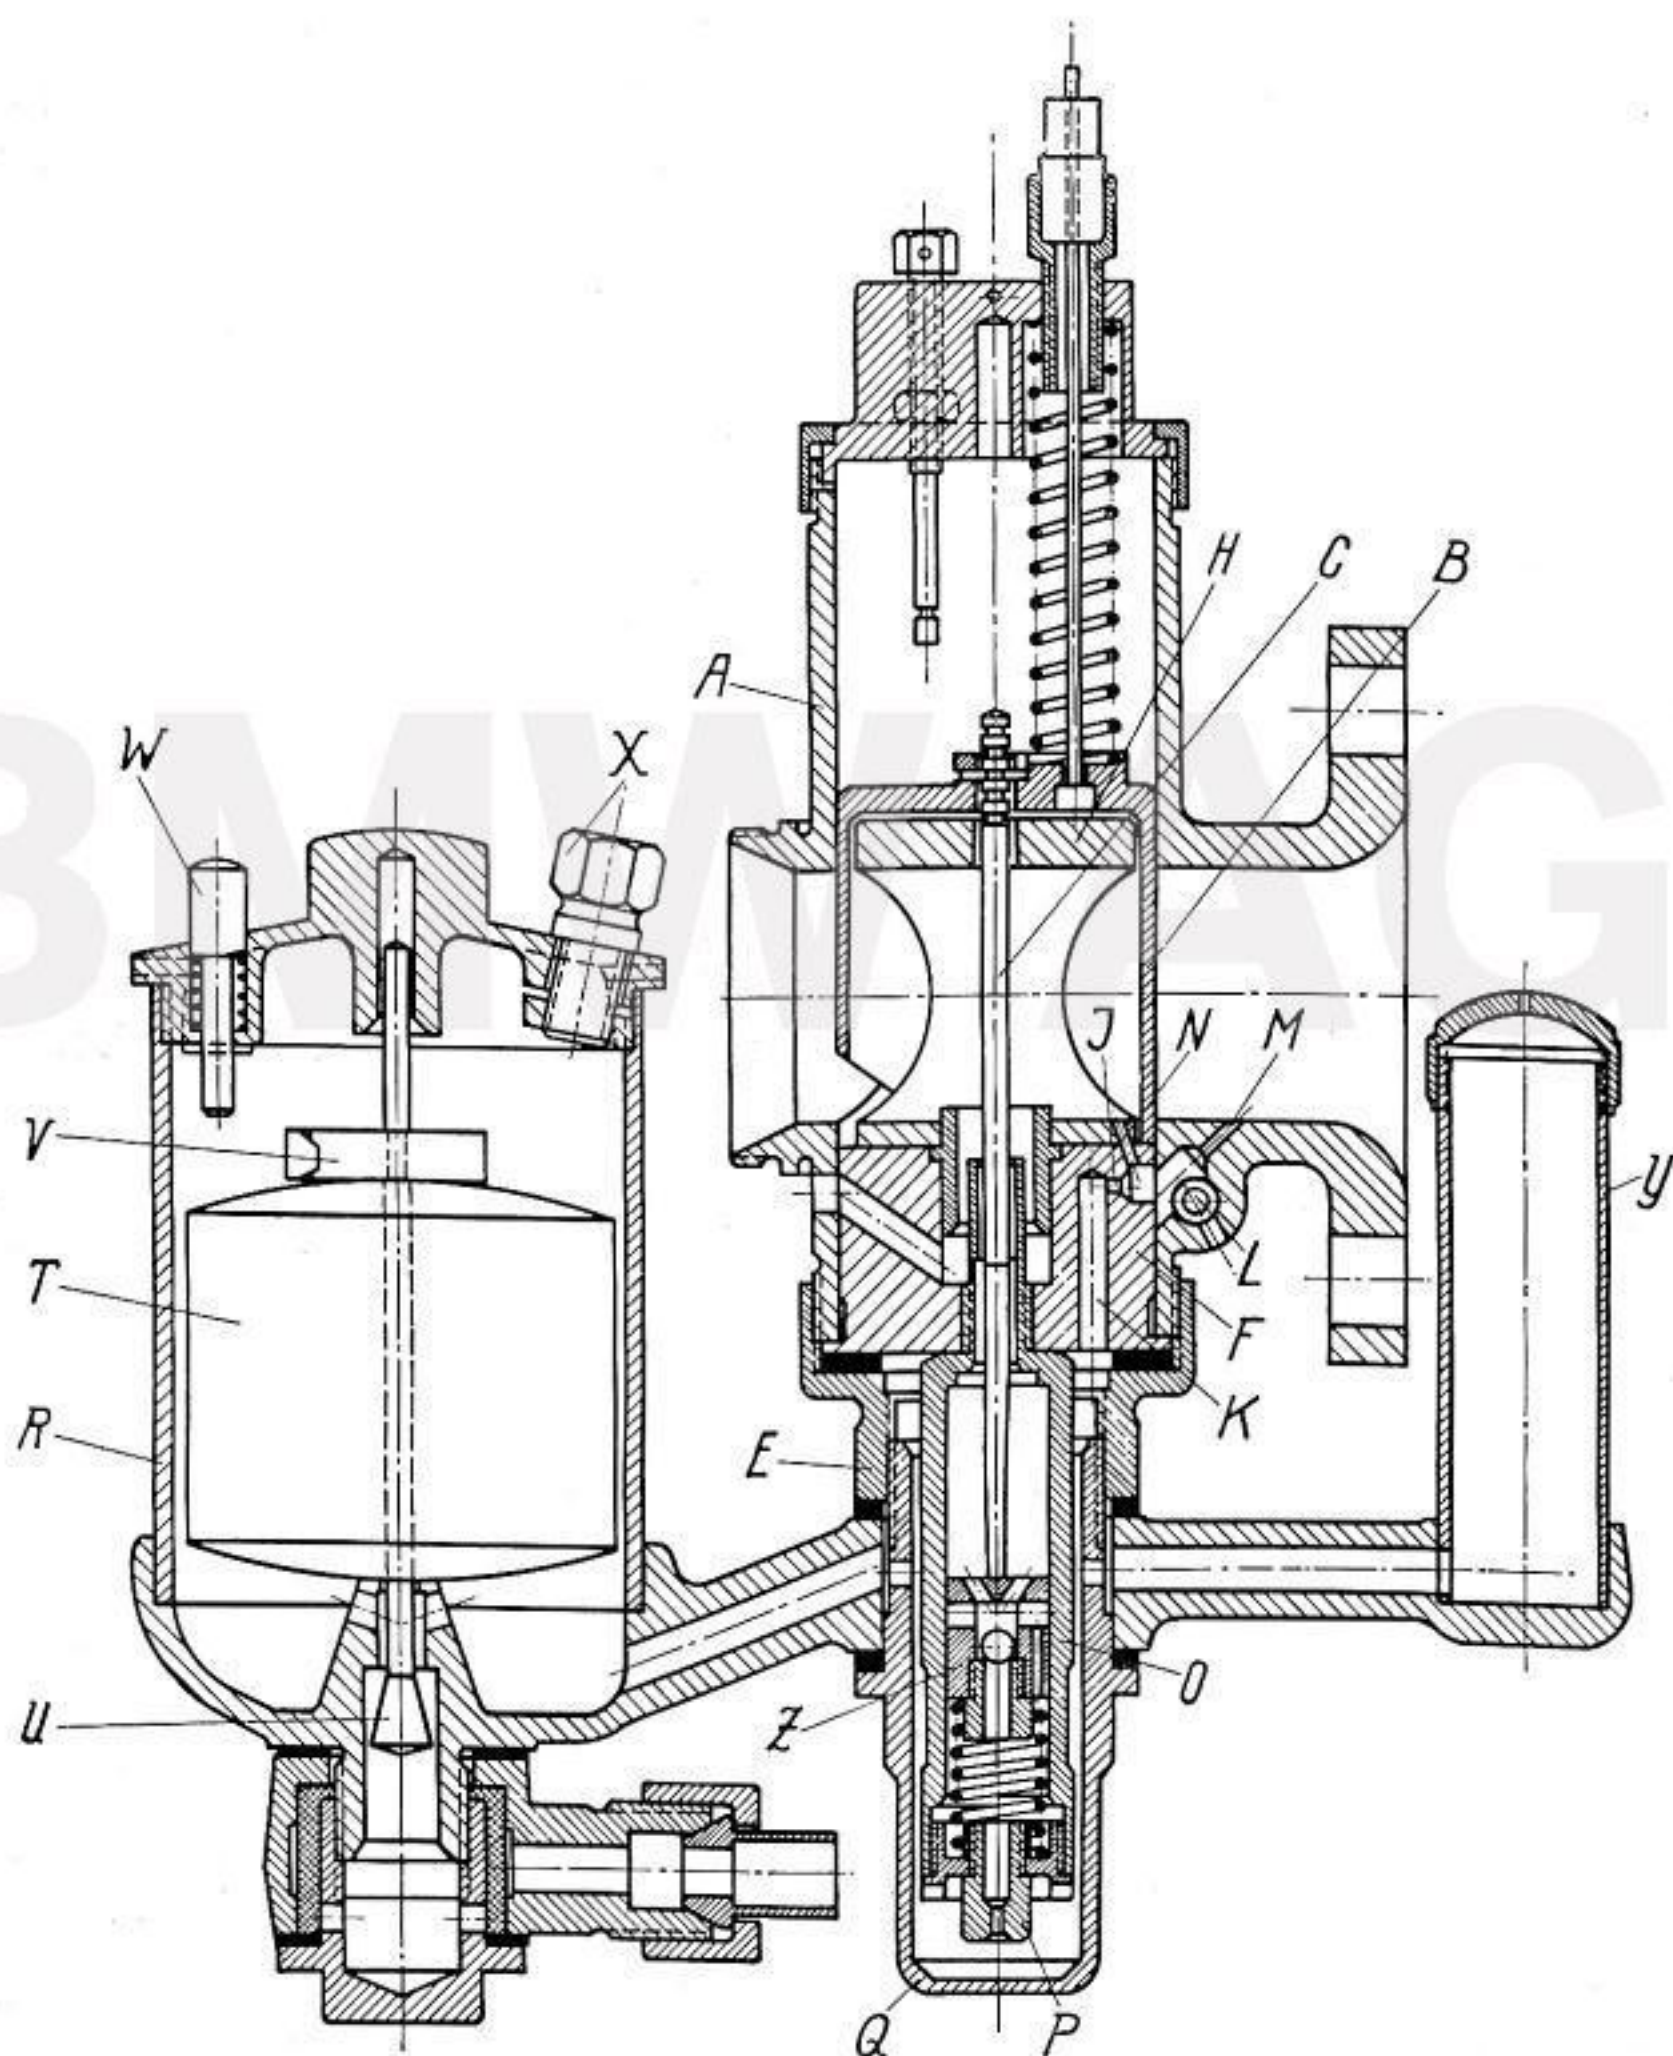

Abb. 24 Vergaser der 2-Vergaser-Tourenmaschine
R 12-Zweivergasermaschine muß zuerst die Klemmschraube **X** (Abb. 24) am Deckel gelöst werden, um den Deckel abschrauben zu können. Hierauf ist die Klemmfeder **V** auf der Schwimbernadel **U** zu entfernen, worauf nach Abnahme des Benzinleitungs-Anschlußstückes am Boden des Schwimmergehäuses die Schwimbernadel nach unten herausgenommen werden kann (Abb. 24).
b) R 12-Zweivergaser-Maschine. Für die R 12-Zweivergaser-Tourenmaschine werden zwei Amal-Einschieber-Pumpenvergaser verwendet, deren inneren Aufbau Abb. 24 zeigt.
Bei den Vergasern der **R 12- und R 17-Zweivergasermaschine** ist im Deckel des Schwimmergehäuses ein Tupfer **W** **angeordnet**, der beim Niederdrücken das Schwimmerventil **U** offen hält, wodurch man sich vom ordnungsgemäßen Kraftstoffzufluß überzeugen kann. Beim Antreten des Motors wird den Düsen durch Betätigung des Tupfers **W** mehr Kraftstoff zugeleitet, wodurch der Motor ein kraftstoffreicheres Gemisch erhält, was wesentlich zur Erleichterung des Antretens beiträgt. Abb. 24 und 25. Über die Wartung der Vergaser siehe Seite 27.